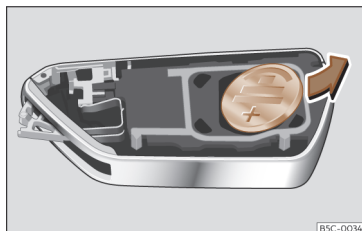

Fig. 75 Chave do veículo: remoção da pilha.
- Extraia a pilha do compartimento com um objeto fino adequado >>> Fig. 75.
- Coloque a pilha nova, pressionando-a no compartimento respetivo >>> ①.